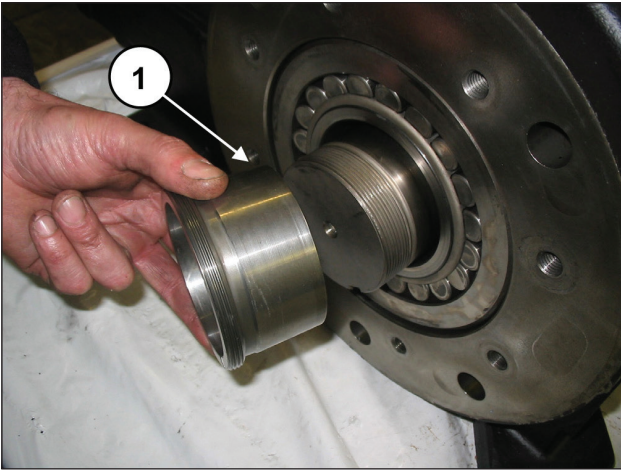

Fig. 27
Déposer la douille de pression (rep. ①, Fig. 27).